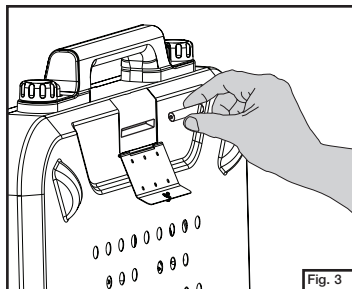

Fig. 3
**REMARQUE:** Servez-vous uniquement d'une pile alcaline AA fraîche, jamais d'une pile au nickel-cadmium. Retirez la pile de son compartiment si vous ne pensez pas utiliser le réchaud pendant un certain temps. (Fig. 3)